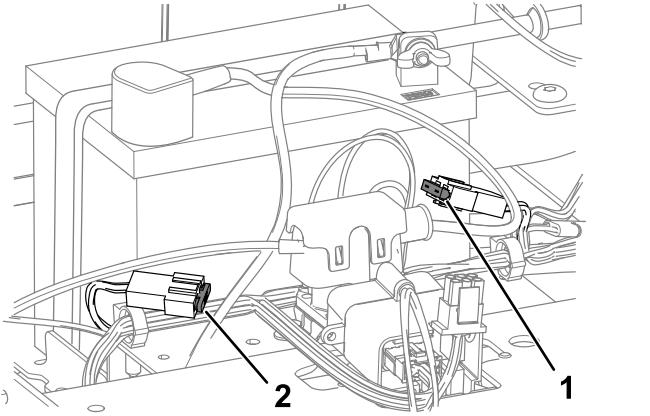

Figure 49
4. Pour remplacer un fusible, tirez dessus pour l'enlever (Figure 49).